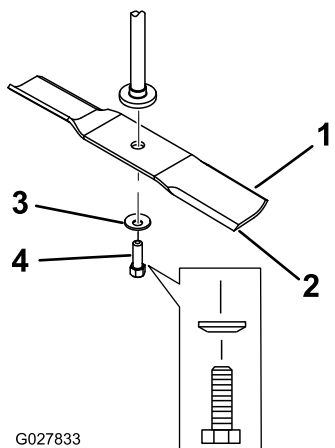

Figura 60
2. Togliete il bullone, la rondella curva e la lama dall'asse del fusello (**Figura 60**).
1. Montate la lama sull'asse del mandrino (Figura 60).
2. Montate la rondella curva (lato concavo verso la lama) e il bullone della lama (Figura 60).